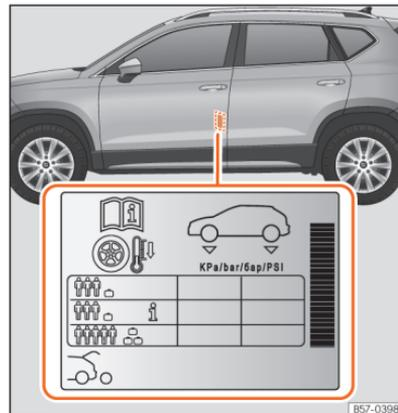

Fig. 218 Localização do autocolante da pressão de ar dos pneus.
- Adapte a pressão dos pneus à carga transportada pelo veículo »» Fig. 218.
Os valores da pressão de enchimento indicam-se na etiqueta autocolante situada na zona posterior da moldura da porta dianteira esquerda »» Fig. 218.
A pressão dos pneus tem de ser ajustada à carga momentânea do veículo. Se pretender utilizar o veículo com a carga máxima, terá de aumentar a pressão dos pneus para o valor máximo indicado na etiqueta »» Fig. 218.
No caso de uma roda de emergência mais estreita [125/70 R16 ou 125/70 R18], encher a 4,2 bar de pressão segundo indicado na etiqueta de pressão dos pneus »» Fig. 218.
Dependendo do veículo, pode adaptar-se a pressão de ar dos pneus para meia carga para aumentar o conforto de condução (pressão de ar dos pneus **i** »» Fig. 218). Quando se circula com a pressão de ar de conforto, o consumo de combustível pode aumentar ligeiramente.
- **O condutor é responsável por garantir que todos os pneus do veículo estejam cheios com a pressão correta. A pressão de ar recomendada é indicada num autocolante »» Fig. 218.**
- **Com os pneus a frio, deverá manter-se sempre a pressão indicada no autocolante »» Fig. 218.**